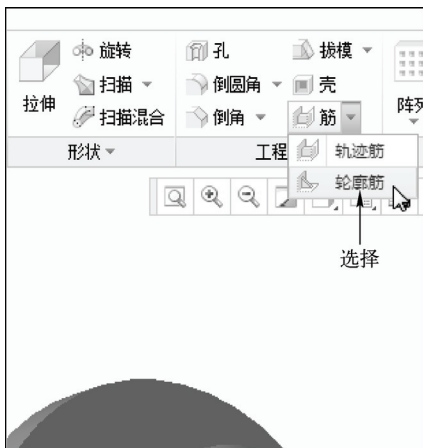

图 8-105 选择“轮廓筋”选项
STEP 02 在功能区选项板的“模型”选项卡中, 单击“工程”面板中“筋”右侧的下拉按钮, 在弹出的列表框中选择“轮廓筋”选项, 如图 8-105 所示。